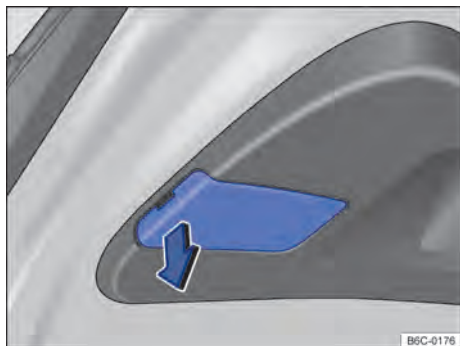

Fig. 169 Na tampa traseira: desmontar a cobertura da lanterna traseira.
- ① Observar a lista de controle e executar as ações → Página 208.
- ② Abrir a tampa traseira → Página 76.
- ③ Remover cuidadosamente a cobertura → Fig. 169 na tampa pelo rebaixo existente.